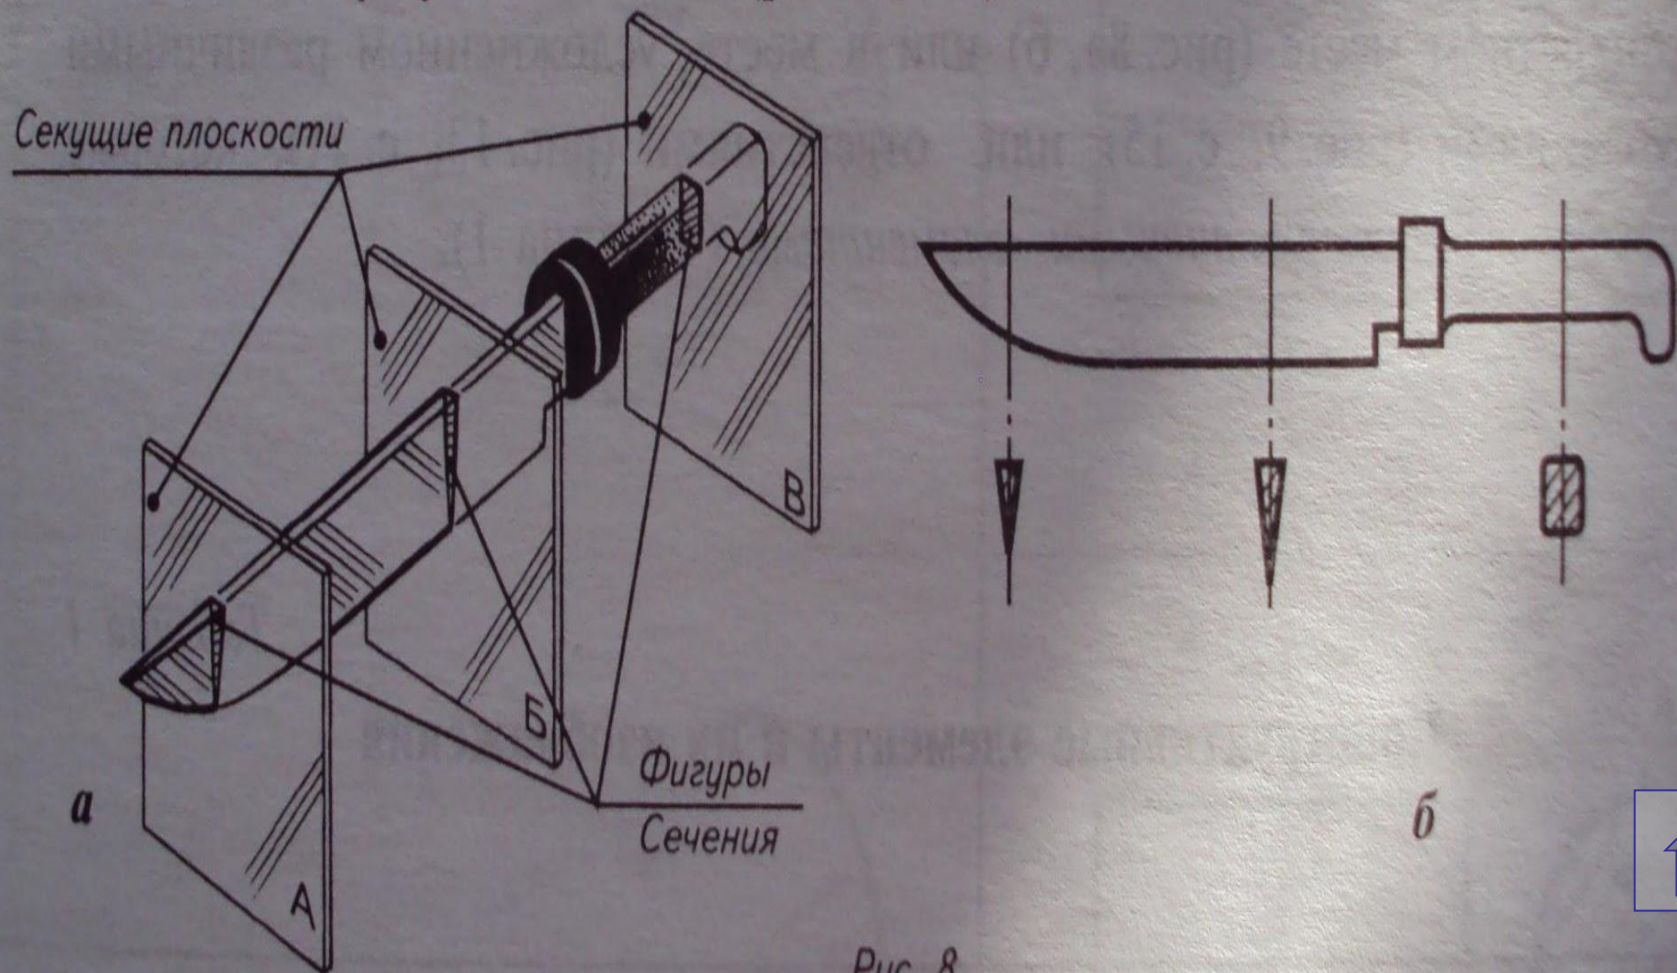

Рис. 8
*Сечение* — это изображение фигуры, полученной при мысленном рассечении предмета плоскостью. В сечении показывается только то, что попало в секущую плоскость (рис. 8 и 9).